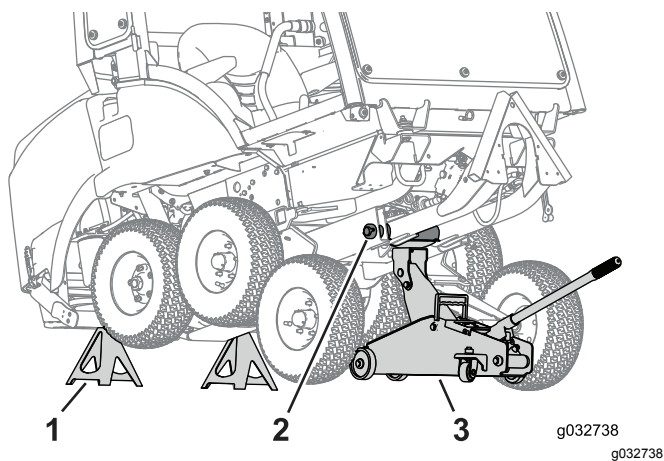

図 88
4. フロアジャッキを使って冬用フレームを持ち上げる 図 88。